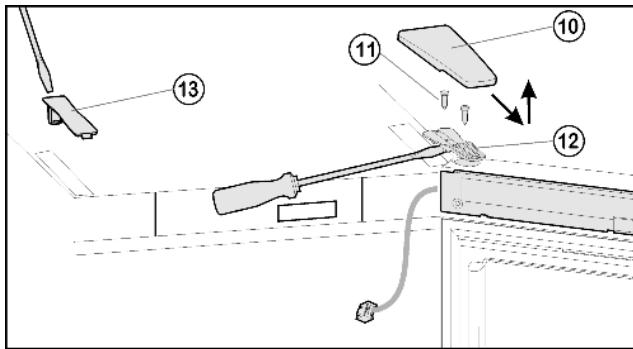
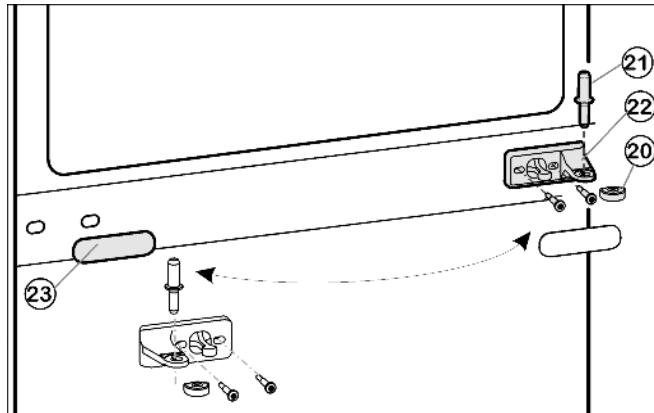
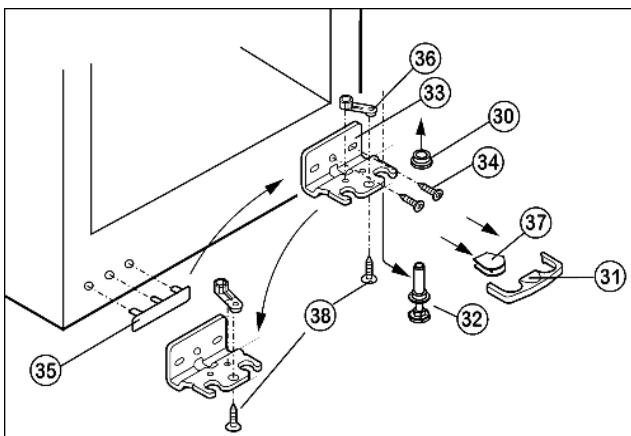

Fig. 5
Fig. 6
Fig. 7
- ▶ Крышку Fig. 5 (10) снимите движением вперед и вверх.
- ▶ Снимите крышку Fig. 5 (13).
- ▶ Полностью выверните винты Fig. 5 (11).
- ▶ Снимите дверцу вместе с опорным кронштейном Fig. 5 (12) и кабелем вверх. Для снятия, возможно, понадобится осторожно подцепить опорный кронштейн снизу шлицевой отверткой.
- ▶ Извлеките средний опорный палец Fig. 6 (21) из среднего опорного кронштейна Fig. 6 (22) и нижней дверцы.
- ▶ Пластмассовый колпачок Fig. 6 (20) снимите.
- ▶ Снимите средний опорный кронштейн Fig. 6 (22).
- ▶ Осторожно снимите накладку Fig. 6 (23).
- ▶ Открутите средний опорный кронштейн Fig. 6 (22) и прикрутите его с поворотом на 180° на новую сторону шарнира.
- ▶ Защелкните накладку Fig. 6 (23), повернув на 180 °, на стороне, где теперь будет ручка.
- ▶ Предохранитель Fig. 7 (31) снимите движением вперед.
- ▶ Снимите крышку Fig. 7 (37).*
- ▶ Полностью вверните регулируемую опору Fig. 7 (32).
- ▶ Вытяните опорный палец Fig. 7 (32) вниз и вперёд. При этом следите за гнездом шарнира Fig. 7 (30).
- ▶ Открутите опорный кронштейн Fig. 7 (33)(2 шт. Torx 25) Fig. 7 (34).
- ▶ Открутите опорную деталь Fig. 7 (36)(1 Torx 25) Fig. 7(38) и, переставив в отверстие на противоположной стороне опорного кронштейна, снова прикрутите.
- ▶ Осторожно приподнимите и переставьте крышку Fig. 7 (35) со стороны ручки.
- ▶ Снова прикрутите опорный кронштейн Fig. 7 (33) на новой стороне шарнира, при необходимости с помощью аккумуляторного шуруповерта через внешний продольный паз и круглое отверстие.
- ▶ Установите крышку Fig. 7 (37) на противоположной стороне.*
- ▶ Предохранитель (31) нужно зафиксировать сбоку на кронштейне, чтобы опорный палец и двери были защищены от выпадения.
- ▶ Снова защелкните предохранитель (31) на опорном кронштейне.
- ▶ Наденьте гнездо шарнира Fig. 7 (30).
- ▶ Установите дверцу сверху на нижний опорный палец Fig. 7 (32).
- ▶ Снова наденьте пластмассовый колпачок Fig. 6 (20) на средний опорный кронштейн Fig. 6 (22).
- ▶ Вставьте средний опорный палец Fig. 6 (21) через средний опорный кронштейн Fig. 6 (22) в нижнюю дверцу.
- Установите верхнюю дверцу на средний опорный палец Fig. 6 (21), закройте дверцу и установите верхний опорный кронштейн Fig. 5 (12) так, чтобы он защелкнулся в верхней стороне устройства.
- Прикрутите опорный кронштейн Fig. 5 (12). При необходимости просверлите отверстия или используйте аккумуляторную отвертку.
- Защелкните крышку Fig. 5 (10) и крышку Fig. 5 (13).
- Переставьте средний винт на нижнем опорном кронштейне Fig. 7 (33) в свободный продольный паз.
- При необходимости выровняйте дверцу через два продольных паза в нижнем опорном кронштейне Fig. 7 (33) и среднем опорном кронштейне Fig. 6 (22) параллельно корпусу устройства.